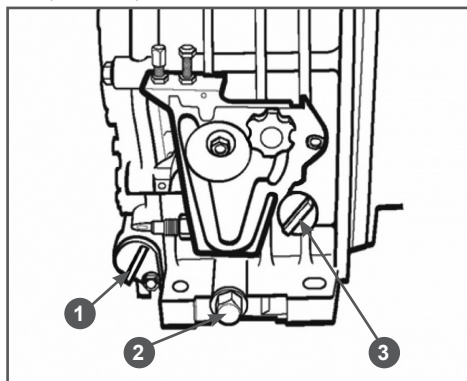

Рис. 20 Замена масла в двигателе
(1) Техническое обслуживание должно осуществляться более часто, при работе в пыльных условиях.
(2) Данный вид работ необходимо выполнять в авторизованном сервисном центре.
5. Открутите пробку 2 для слива масла и слейте отработанное масло в подготовленную для этого емкость (Рис. 20).
6. Открутите болт фиксации масляного фильтра. Во избежание пролива масла подложите кусок ветоши под масляный фильтр, после чего извлеките масляный фильтр 1 (Рис. 20).